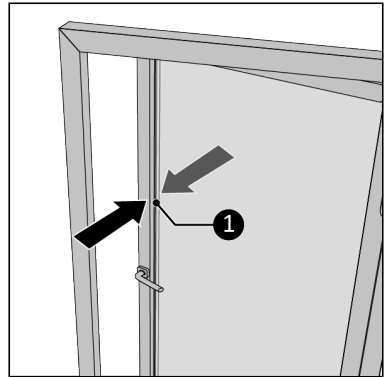

Figure 189.
2. Mesurez la largeur du cadre de fenêtre s'ouvrant vers l'extérieur (Figure 189, pos. 1).